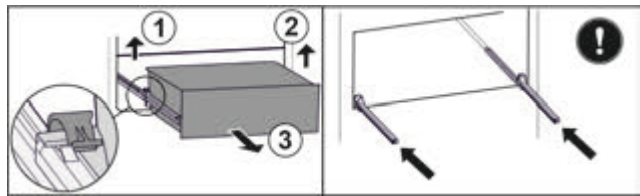

Fig. 80
- ▶ Підняти лівий затискач і одночасно висувний ящик ліворуч потягнути вперед. Fig. 80 (1)
- ▶ Підняти правий затискач і одночасно висувний ящик праворуч потягнути вперед. Fig. 80 (2)
- ▶ Вийняти висувний ящик рухом вперед. Fig. 80 (3)